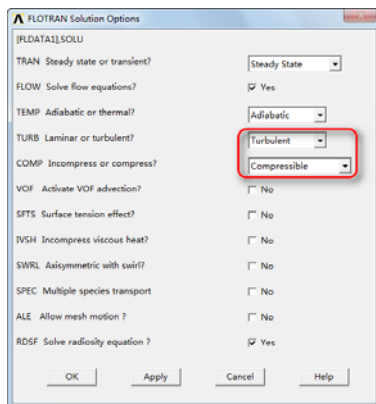

图 6-23 “FLOTRAN Solution Options”对话框
⑥依次选择 Main Menu→Preprocessor→FLOTRAN Set Up→Solution Options, 会弹出“FLOTRAN Solution Options”对话框, 如图 6-23 所示。在“TURB Laminar or turbulent”后的选择列表中选择“Turbulent”, 在“COMP Incompress or compress”后的选择列表中选择“Compressible”, 单击“OK”按钮关闭该对话框。